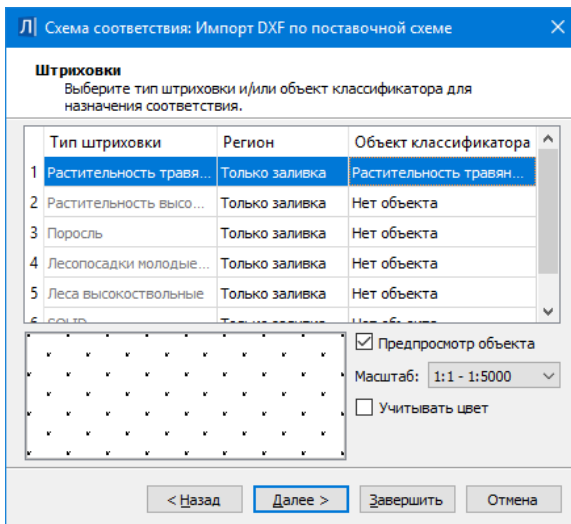

Рис.13.5
- Для типов штриховок – в виде штриховки региона и/или площадного объекта классификатора (рис. 13.5).